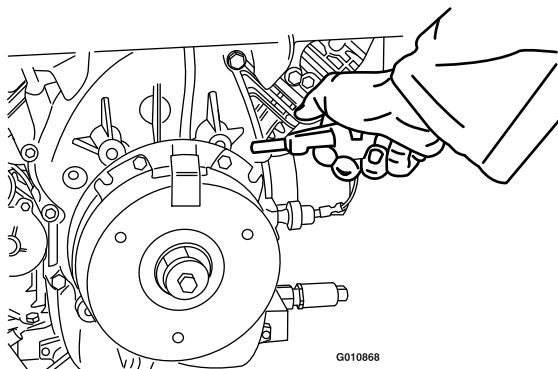

Figura 77
3. Utilizando um compressor de ar, sopre quaisquer detritos de debaixo do pólo do travão e em torno dos espaçadores do travão (Figura 77).